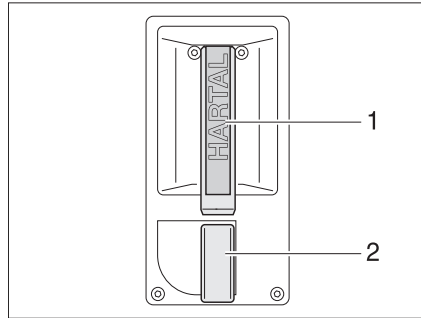

Fig. 38 Cerradura de la puerta de entrada, en el interior
**Abrir:** ■ Tirar del tirador (Fig. 38,1). Se desbloqueó la cerradura de la puerta.
**Bloquear:** ■ Girar el botón de seguridad (Fig. 38,2) en sentido de las agujas del reloj.